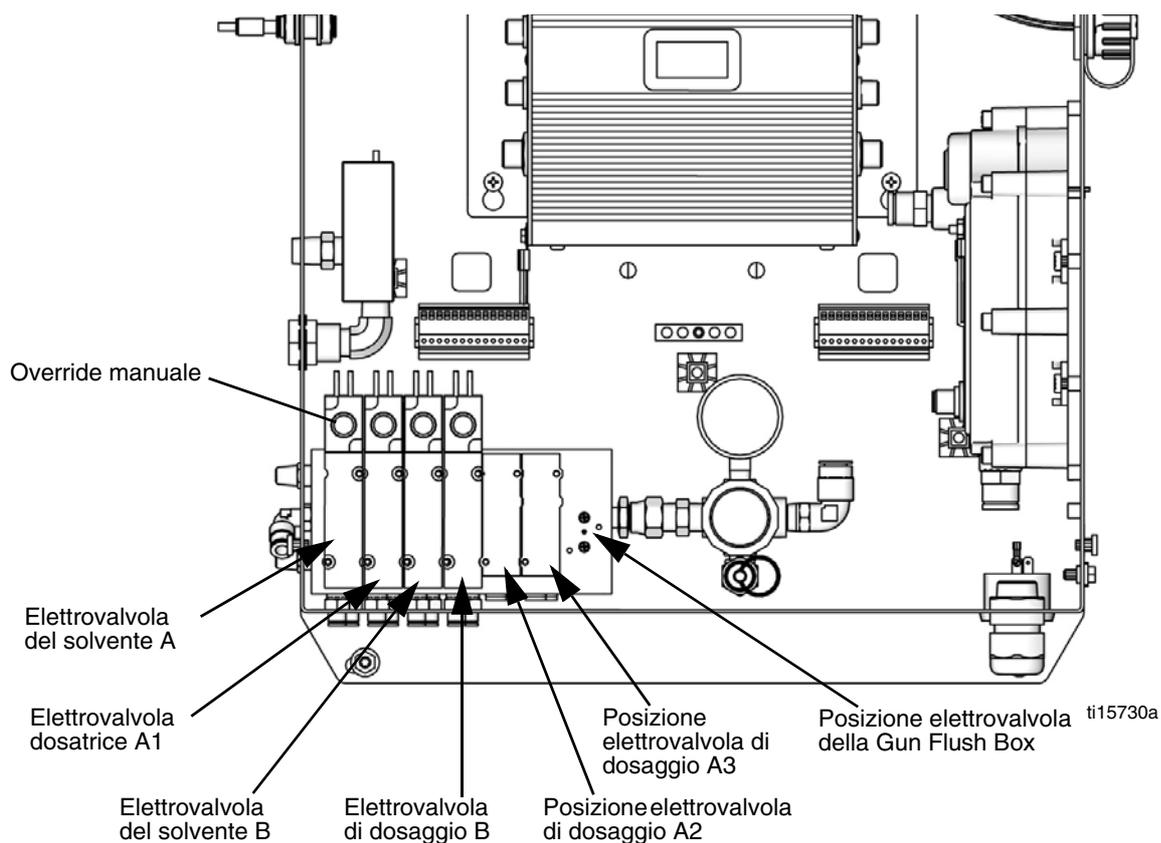

FIG. 1. Elettrovalvole nel quadro di controllo
4. Con la pistola attivata, eseguire l'override manuale sulle elettrovalvole dosatrici e del solvente A e B per scaricare la pressione. Vedere FIG. 1, pagina 15. Verificare che la pressione del fluido sia ridotta a 0.
4. Con la pistola attivata, eseguire la limitazione manuale sulle elettrovalvole dosatrici A1 (A2, A3) e B per scaricare la pressione. Vedere FIG. 1, pagina 15.
7. Con la pistola attivata, eseguire la limitazione manuale sulle elettrovalvole del solvente A e B per scaricare la pressione. Vedere FIG. 1. Verificare che la pressione del solvente sia ridotta a 0.
7. Rimuovere il coperchio della scatola di controllo per accedere alle elettrovalvole. Vedere FIG. 1, pagina 15.
- Spurgare il componente lato A. Vedere FIG. 1, pagina 15. Premere il comando manuale sull'elettrovalvola di dosaggio A e azionare la pistola in un secchio metallico collegato a terra.